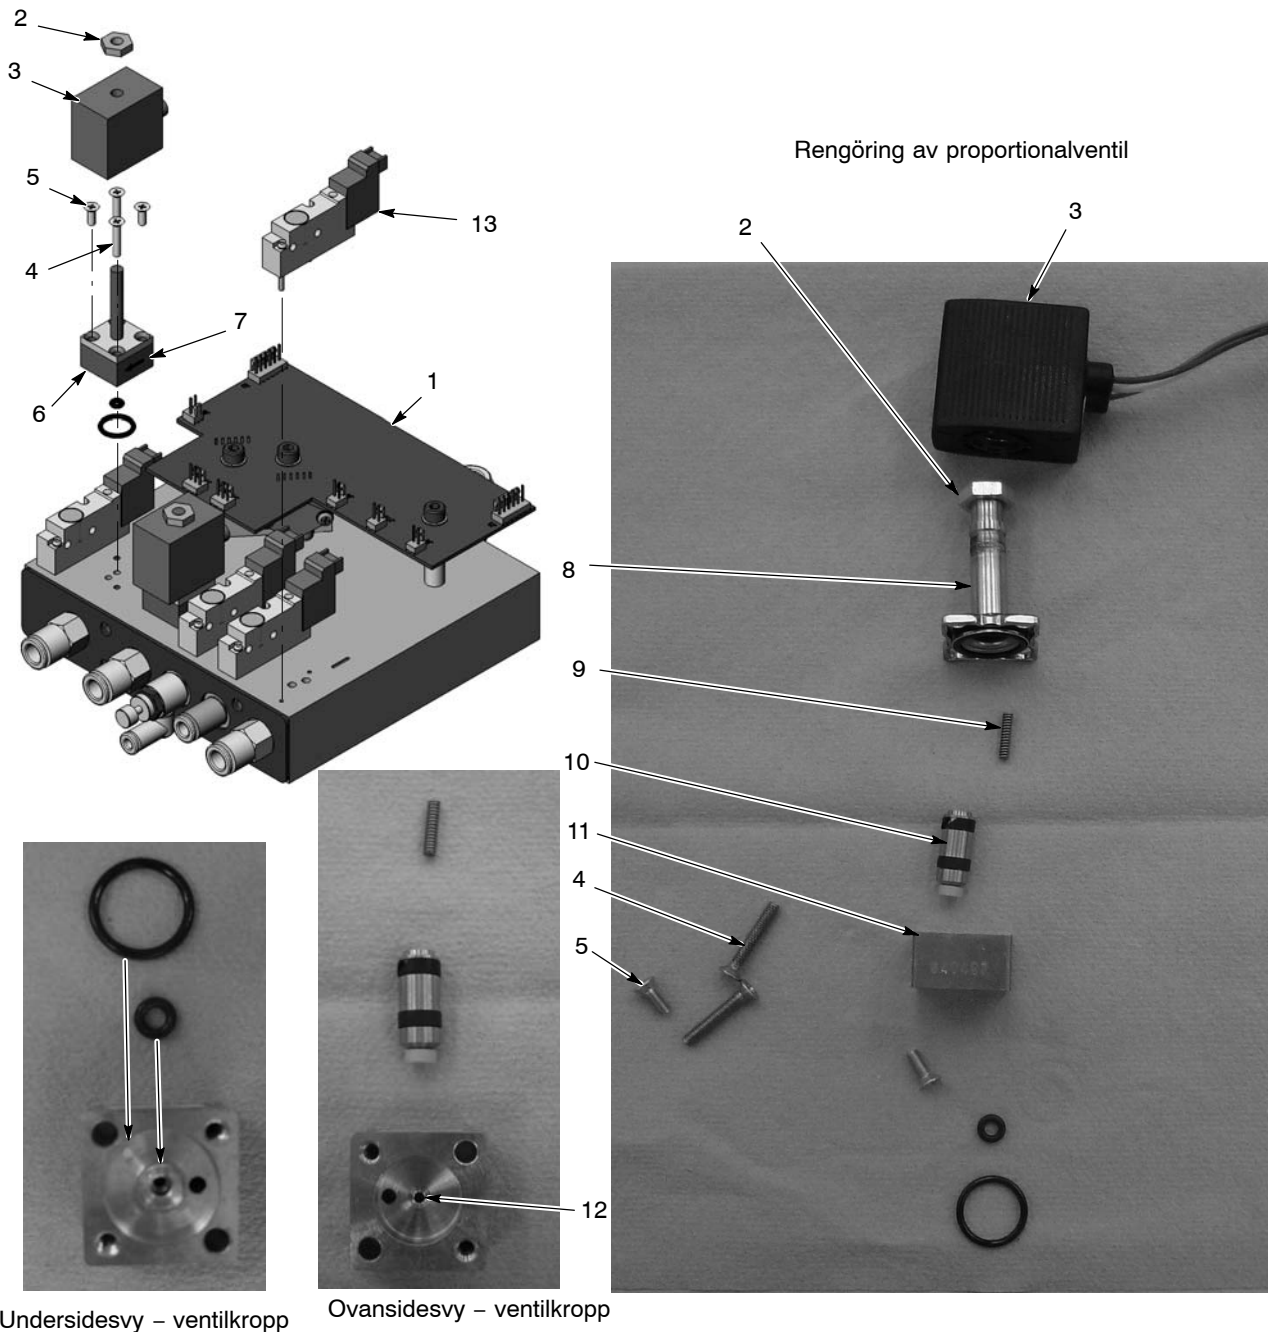

Bild 5-19 Reparation av iFlow modul – Byte av magnetventil och Rengöring eller utbyte av proportionalventil
Se bild 5-19. För att demontera magnetventilerna (13), skruva ur de två skruvarna i ventilkroppen och lyft av ventilen från fördelaren.
Se bild 5-19. Smuts i tryckluften kan få proportionalventilen (6) att fungera dåligt. Följ nedanstående instruktioner för att dela och rengöra ventilen.
1. Koppla loss spolens (3) ledare från kretskortet (1). Skruva av muttern (2) och spolen från proportionalventilen (6).
2. Skruva ur de två långa skruvarna (4) och de korta skruvarna (5) för att kunna ta av proportionalventilen från fördelaren.
3. Tag av ventilstången (8) från ventilkroppen (11).
4. Tag av ventildelen (10) och fjädern (9) från stången.
Se bild 5-19.